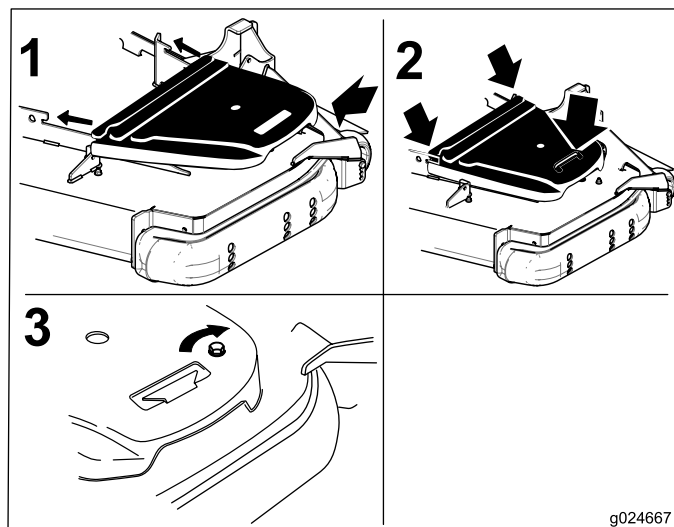

Figura 72
12. Montate i paracinghia (Figura 72).